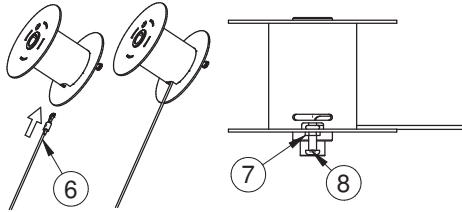

Fig. 4.4
4) Insérer le nouveau câble (Réf.6 Fig. 4.4) dans le trou et placer
l'œillet sous l'écrou soudé sur le tambour (réf.7 fig. 4.4) et insérer
la vis Réf.8 Fig.4.4 jusqu'à ce qu'elle s'engage dans l'œillet du câble